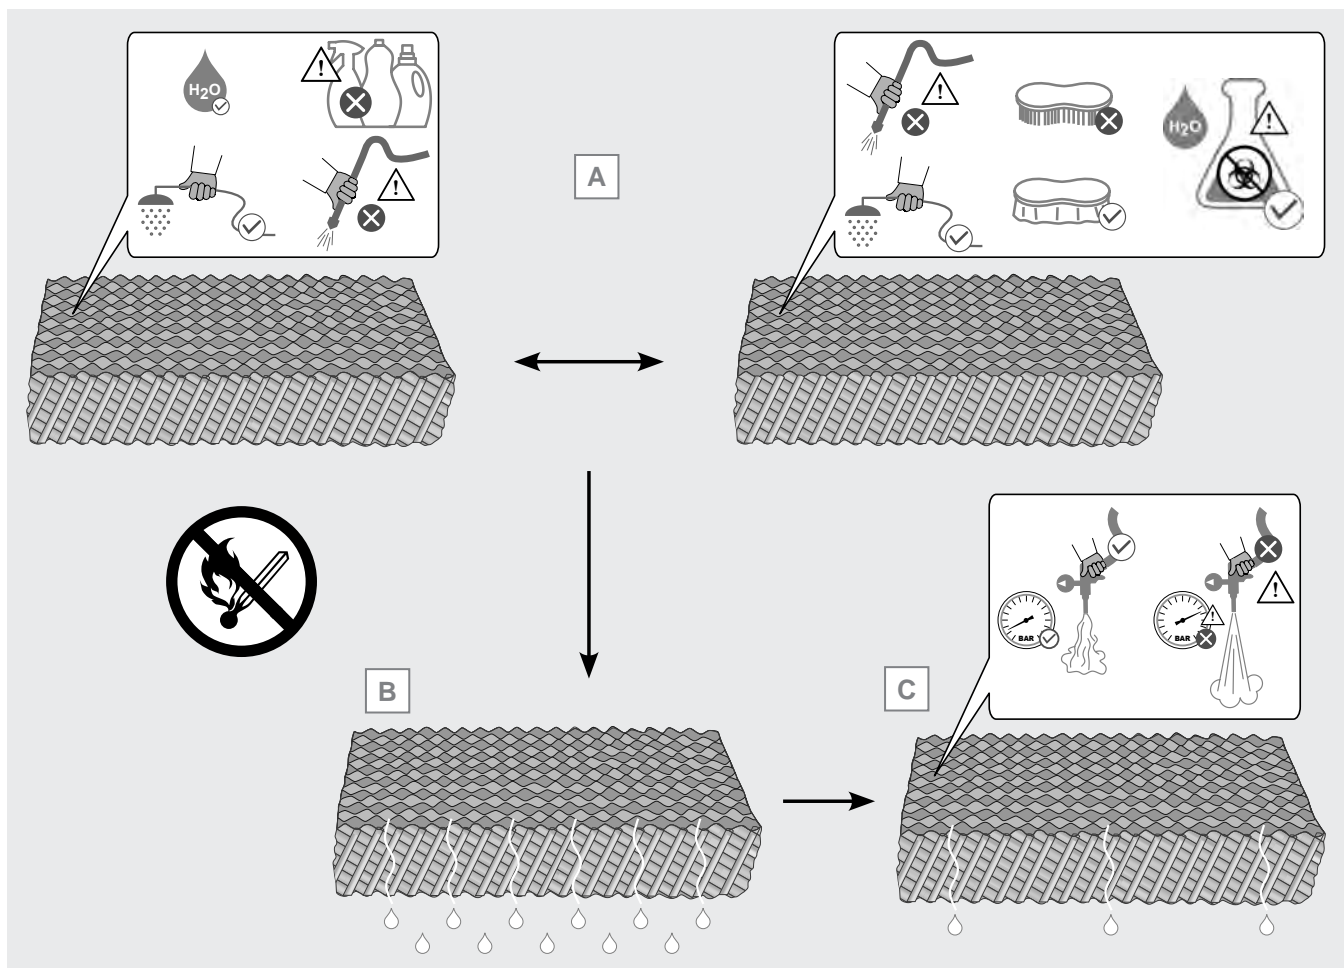

Figure 23
prolifération d'algues et un développement bactérien. Les algues, les bactéries et les micro-organismes en général peuvent compromettre de façon permanente la structure du panneau et donc ses performances. Voir la Figure 23 A.
- 12.11.18 Après le nettoyage, laissez l'eau s'écouler du panneau pendant quelques minutes, voir la Figure 23 B. Si nécessaire, éliminer l'excédent d'eau à l'aide d'un jet d'air comprimé à basse pression. Veillez à ne pas endommager les panneaux avec une pression excessive, voir Figure 23 C.